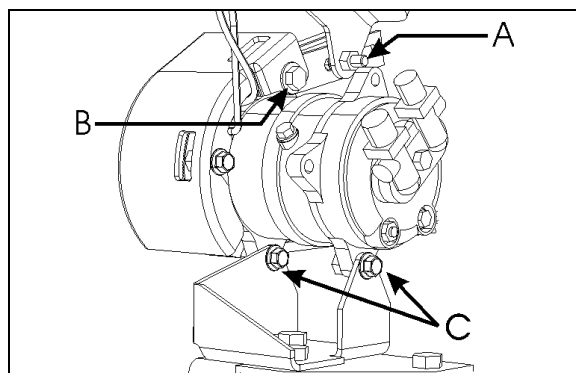

FIGURE 36 : DÉMONTAGE OU INSTALLATION DU COMPRESSEUR
- Desserrer les boulons qui fixent le petit compresseur. Desserrer les boulons A (voir la FIGURE 36).